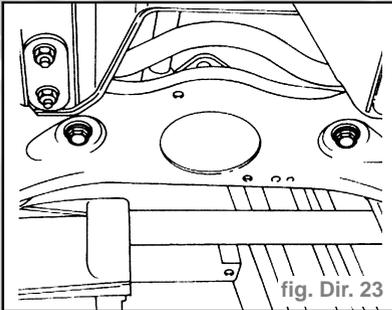

fig. Dir. 23
- Dévisser les vis fixant le boîtier de direction assistée à la traverse AV (fig. Dir. 23).